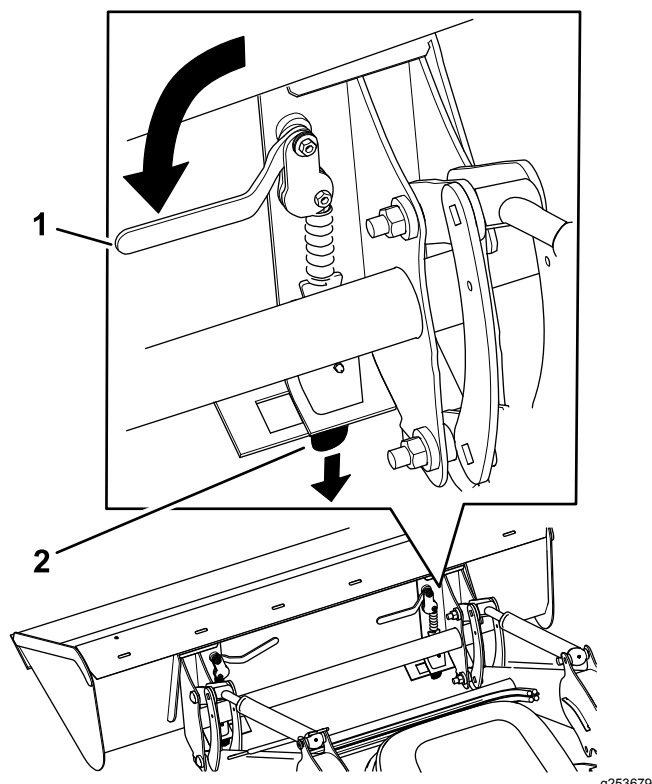

Figure 56
8. Tournez les leviers d'attache rapide vers l'intérieur en vérifiant que les goupilles d'attache rapide sont complètement engagées dans la plaque de montage (Figure 56).